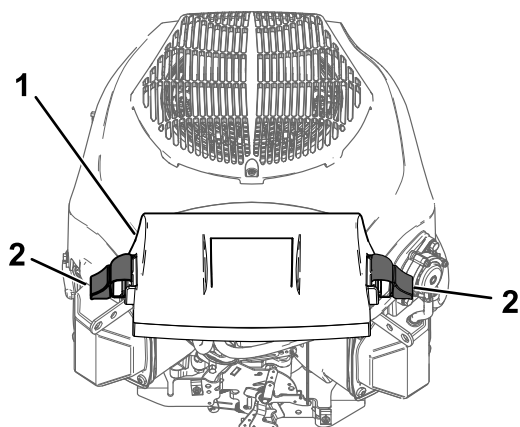

Figure 43
- Reposez le couvercle et fixez-le en place avec les attaches (Figure 43).